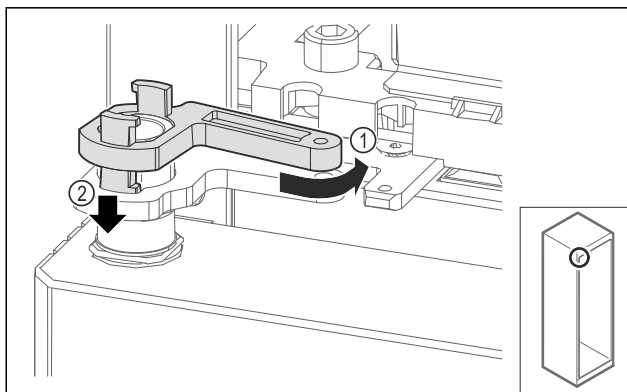

Fig. 71
- Kierrä laakerijalustan lukitusta hieman takaisinpäin Fig. 71 (1), paina alaspäin Fig. 71 (2) ja lukitse saranakulmaan.